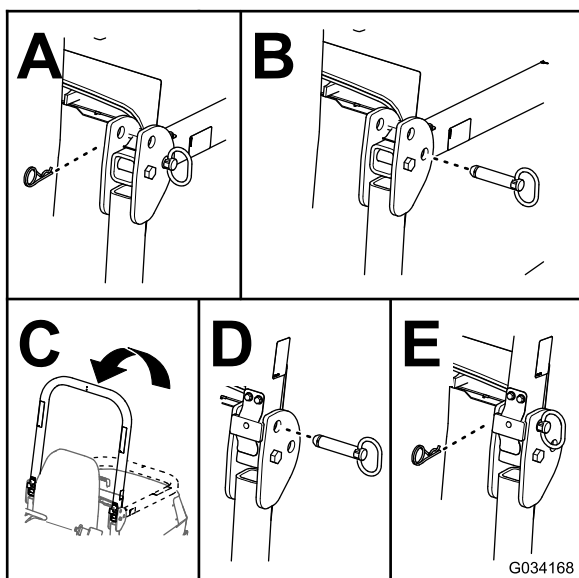

Figura 34
2. Togliete le coppiglie e i perni dal roll bar (Figura 34).
3. Sollevate il roll bar e fissatelo in posizione con i perni e le coppiglie (Figura 34).